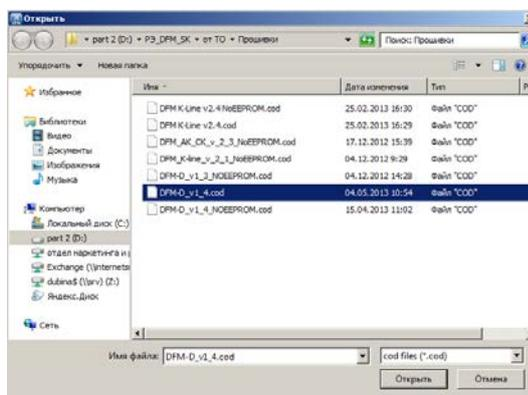

Рисунок 62 — Открытие файла прошивки
- 2) В окне **Открыть** (см. рисунок 62) выбрать на диске ПК или съемном носителе файл прошивки (*.cod).
- 6) В появившемся окне (см. рисунок 62) выбрать файл прошивки (*.cod). Нажатием кнопки , запустить операцию обновления прошивки расходомера.